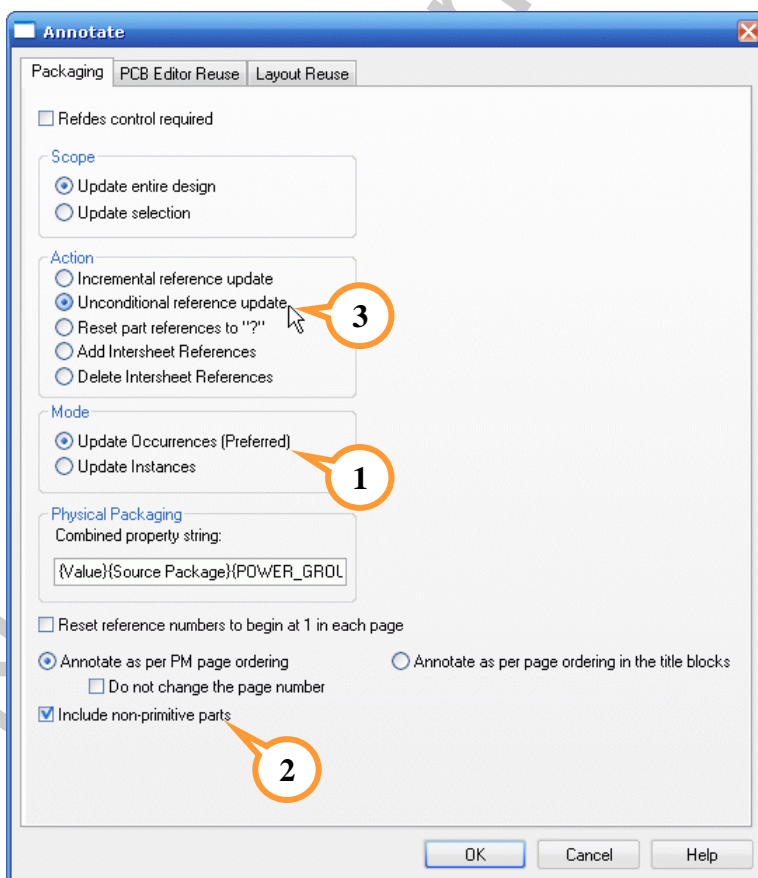

рис. 10-42
Установите флаги, как показано на **рис. 10-42: Mode** → **Update Occurrences** (①), **Include non-primitive parts** (②), **Action** → **Unconditional reference update** (③) и нажмите <OK>. Посмотрим, что получилось.